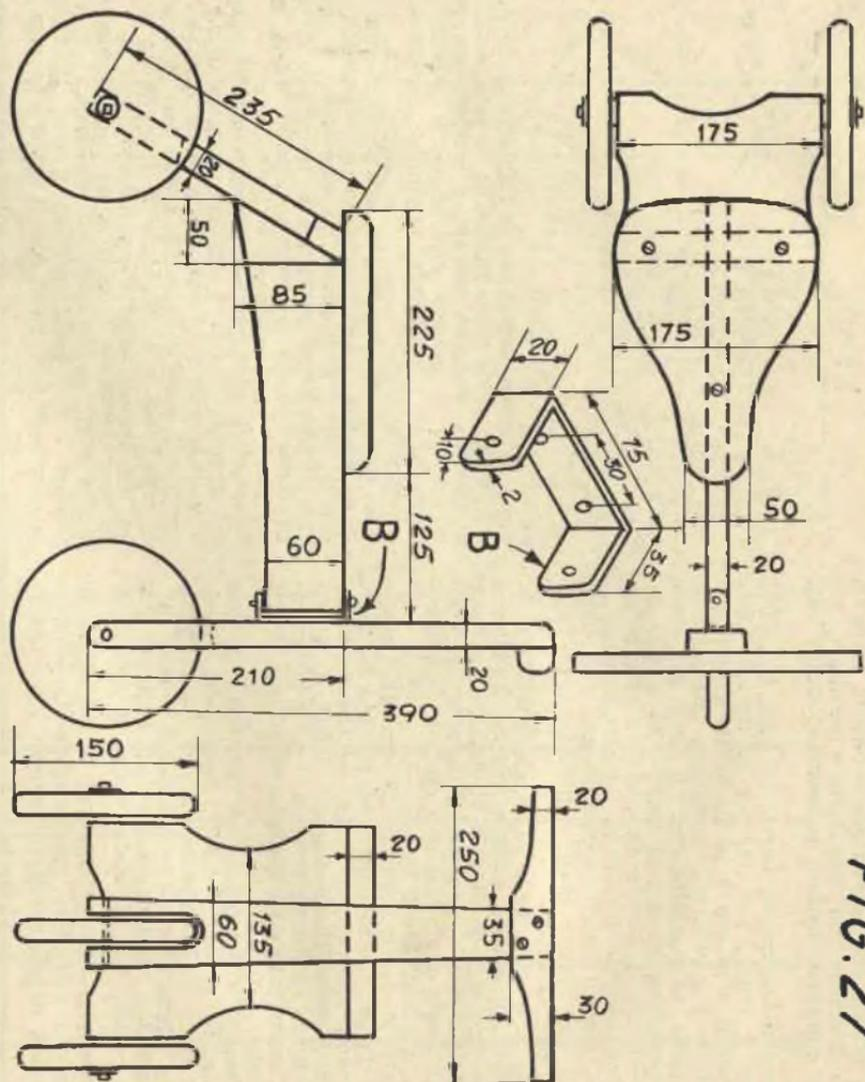

FIG. 27
**IL TRICICLO.** — La fig. 27 mostra un triciclo sul quale un bimbo può giocare, sospingendolo con i suoi piedi.